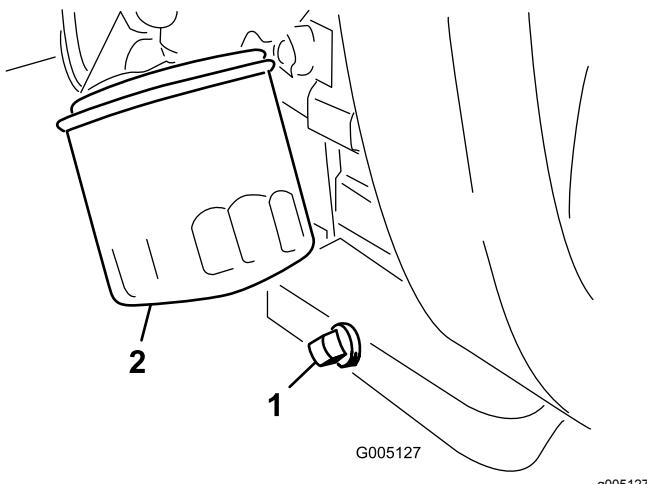

Bild 31
1. Entfernen Sie die Ablassschraube (Bild 31) und lassen Sie das Öl in die Auffangwanne ab.
2. Reinigen Sie das Gewinde der Ölabblassschraube, bringen Sie etwas PTFE-Dichtmittel auf und schrauben Sie die Ablassschraube wieder auf (Bild 31).
3. Entfernen Sie den Ölfilter (Bild 31).